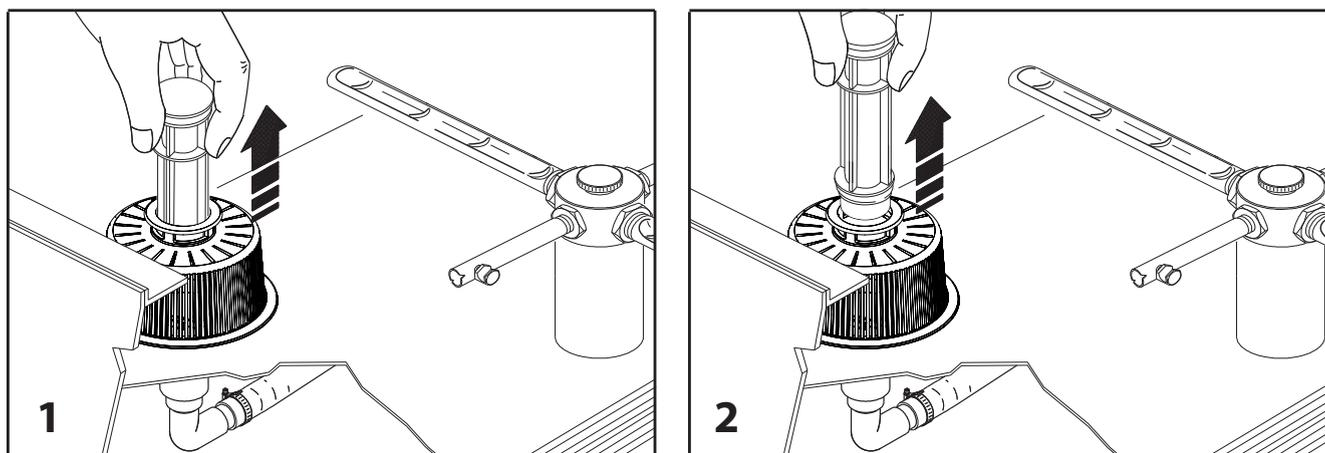

Fig. 16
5. Togliere il tubo di troppo pieno (fig. 16)